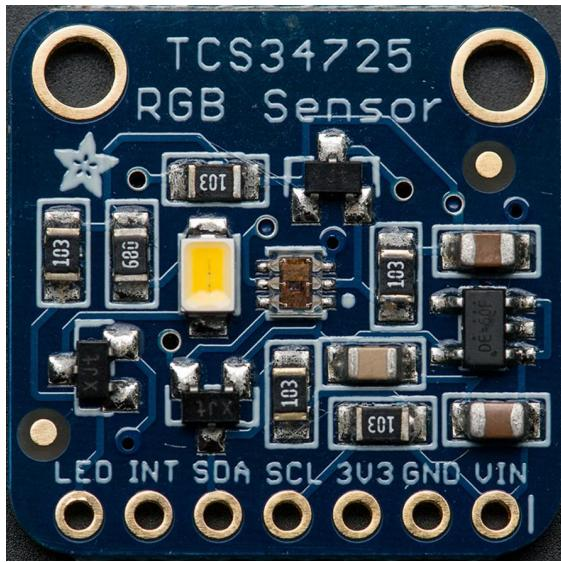

Abb. 7: Farbsensor TCS34725 (Adafruit)
Von der Firma Taos (Texas Advanced Optoelectronic Solutions Inc., inzwischen Teil von AMS) stammt der I²C-Farbsensor TCS34725, der bei einer Betriebsspannung von 3,3-5 V eingesetzt werden kann – damit ist ein Betrieb sowohl am EXT2-Port des TX als auch am TXT möglich. Der Sensor ist auf einer Platine von Adafruit z. B. bei exp-tech für 7-9 € erhältlich (Abb. 7).
Die LED des Sensors hat eine Farbtemperatur von 4150 K. Wenn man lediglich die Helligkeit oder die Farbtemperatur einer Lichtquelle messen möchte, kann man die LED abschalten, indem man den Kontakt *LED* (Abb. 7, links unten) mit einem GND-Anschluss des TX(T) verbindet.